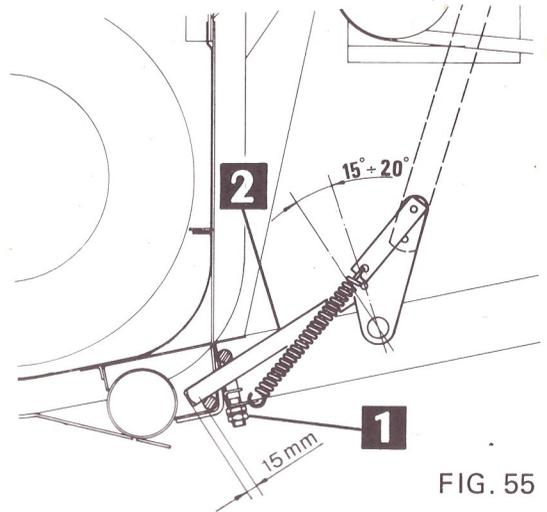

FIG. 55
La première fois que l'on accouple une plate-forme de coupe à la machine, régler la position des colliers (1 fig 55) pour que lorsque le verrou (2) est introduit, son extrémité inférieure dépasse d'environ 15 mm du profil d'appui pour être certain que le point d'ancrage supérieur du verrou n'atteigne pas le point mort supérieur et que le maintien soit efficace ; effectuer ce réglage des deux côtés à la fois.